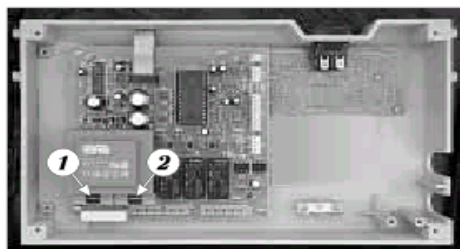

Рисунок 26
- электрические предохранители поз.1 и 2 рис.26 расположены на плате в левом нижнем углу;
Если сетевой выключатель включен (I), а на дисплее не высвечиваются данные, проконтролируйте предохранитель 1 (Т80 мА) – см. рис. 26.